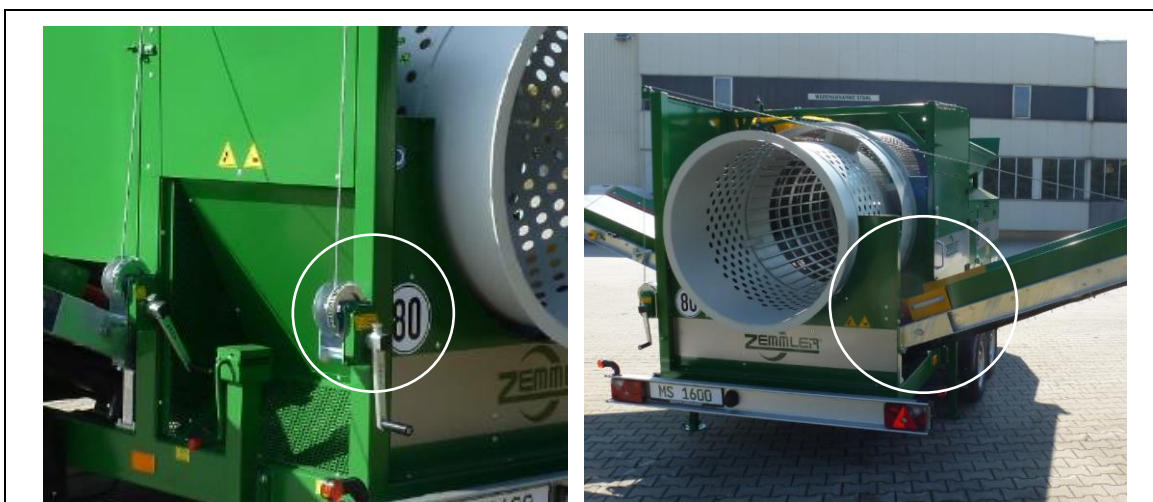

Fig. 8-2: Kabelspil og styreplader på grovsiden
1. Anbring håndsvinget på kabelspillet (se fig. 8-2 - venstre).
4. Efter udklapningen til grovsiden indsættes de to styreplader i drejepunktet (se fig. 8-2 - højre)
1. Inden indklapningen til grovsiden fjernes de to styreplader fra drejepunktet (se fig. 8-2).
2. Anbring håndsvinget på kabelspillet (se fig. 8-2).